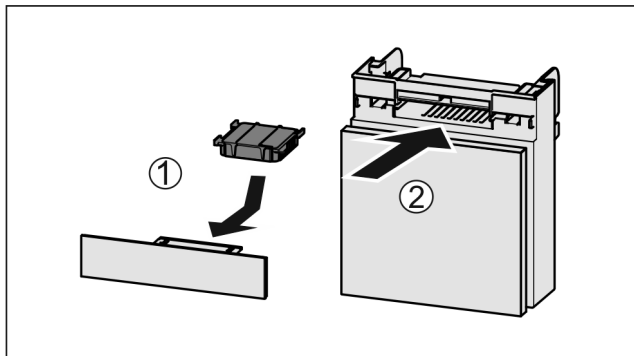

Fig. 160
- ▶ Aktivkohlefilter nach Abbildung einsetzen *Fig. 160 (1)*.
- ▶ Fach einschieben *Fig. 160 (2)*.